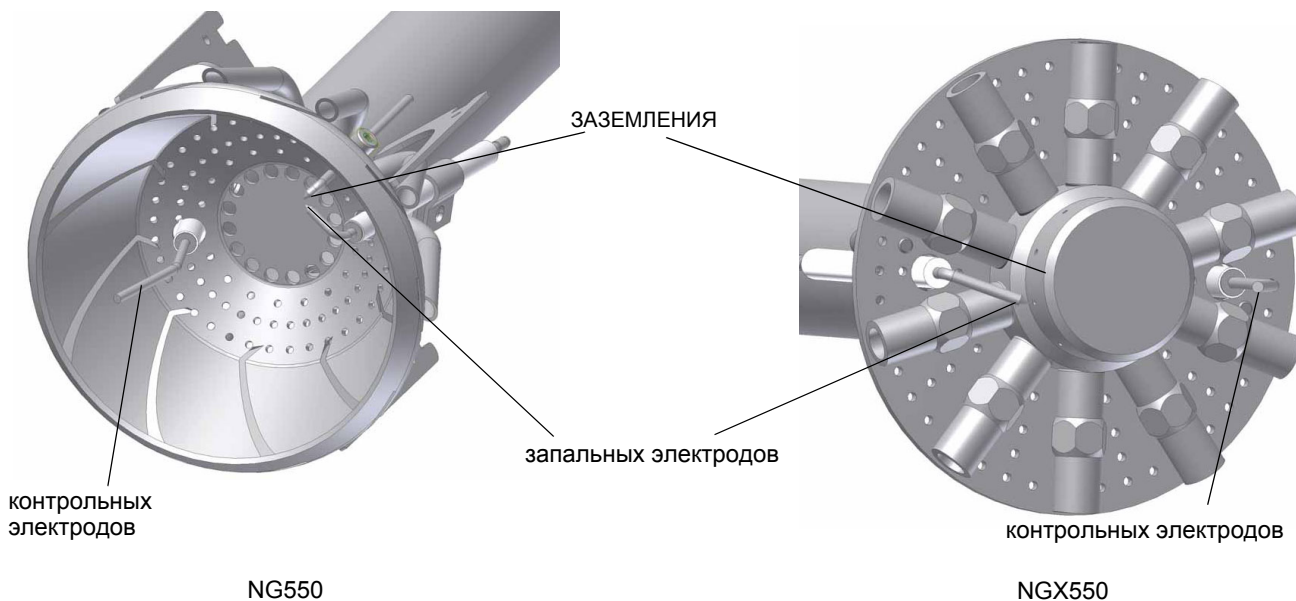

Рис. 48
2. ослабить крепежный винт (V)
**ВНИМАНИЕ:** чтобы не подвергать риску работу горелки, избегать контакта запальных и контрольных электродов с металлическими частями горелки (голова сгорания, сопло и т.д.). Проверять положение электродов каждый раз после выполнения каких-либо работ на голове сгорания. Убедиться, что расстояние между запальным электродом и массой составляет 4 - 5 мм. (см. Рис. 48)